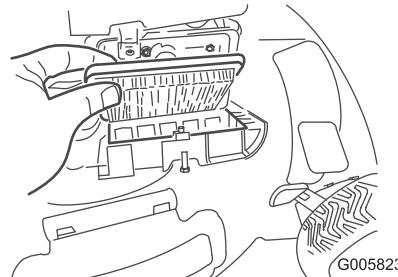

Figure 22
- Remplacez le filtre à air (Figure 22).